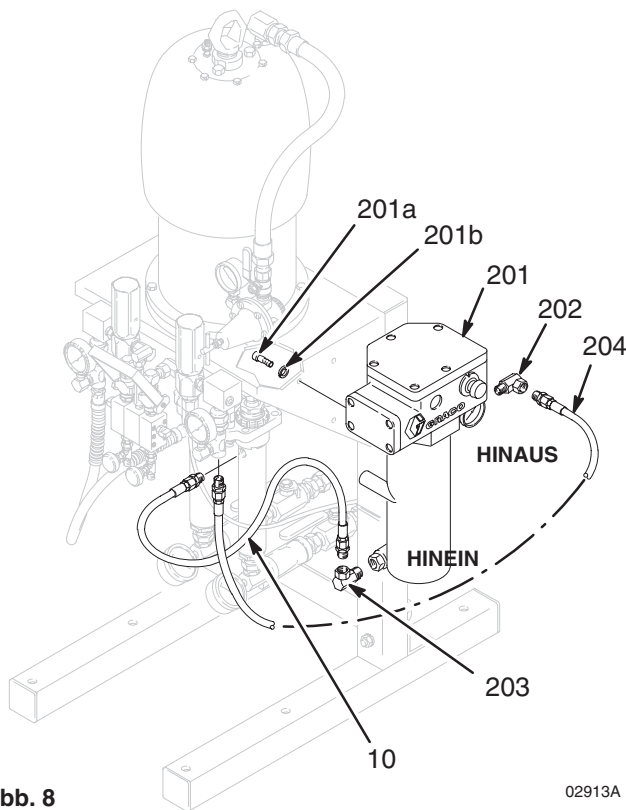
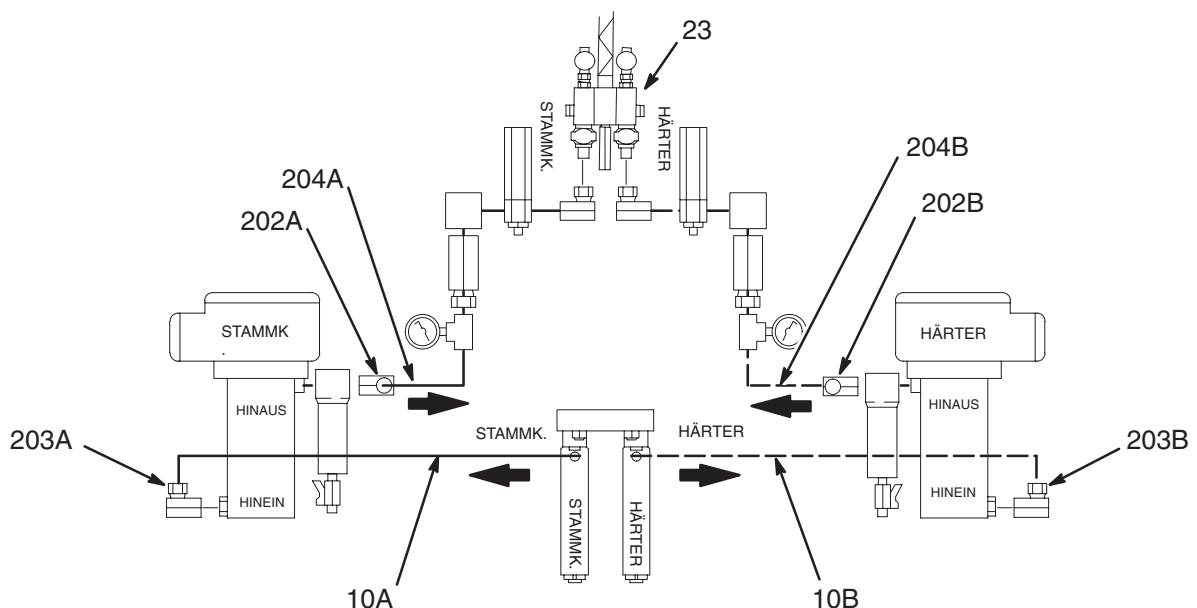

Abb. 8
Abb. 9
1. Ein Heizgerät an jeder Seite der Montagehalterung mit den drei Schrauben (201a) und den Federringen (201b) befestigen, die im Lieferumfang des Heizgerätes enthalten sind. Siehe Abb. 8.
2. Eine Schottverschraubung (202) am Auslass eines jeden Heizgerätes anschließen. Siehe Abb. 8.
3. Eine Schottverschraubung (203) am Einlass eines jeden Heizgerätes anschließen. Siehe Abb. 8.
1. Den vorhandenen Härter-Schlauch (10B) vom Einlass des Mischverteilers (23) abziehen. Siehe Abb. 8. Das freie Ende des Schlauches mit dem Drehgelenk (203) am Einlass des Härter-Heizgerätes verbinden. Siehe Abb. 9.
2. Einen neuen Materialschlauch (204B) zwischen Auslass (202B) des Härter-Heizgerätes und Härter-Mischverteiler anschließen. Siehe Abb. 8 und 9.